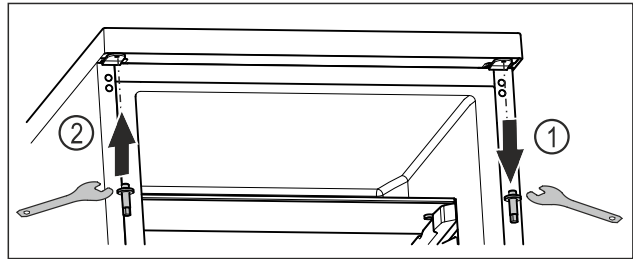

Fig. 23
- Keerake ülemine polt väliskuuskantvõtmega välja. Fig. 23 (1)
- Keerake polt vastasküljel väliskuuskantvõtmega kinni. Fig. 23 (2)